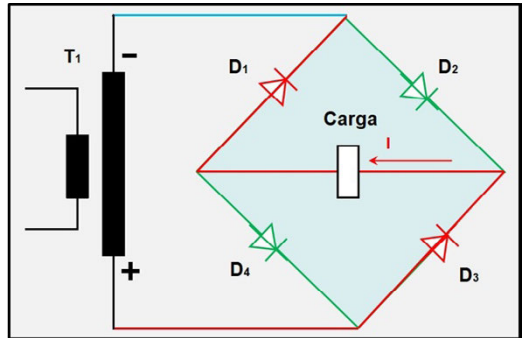

Figura 8- La corriente durante el semiciclo negativo
Durante el semiciclo negativo de la tensión alterna que alimenta al puente rectificador, los diodos que están polarizados de forma directa y, por lo tanto, conducen la corriente que impone la carga, son los D3 y D1. Los diodos D2 y D4 son los que quedan polarizados de forma inversa y bloquean cualquier tipo de corriente. De esta manera la corriente (I) circula tal como la que indica la Figura 8.